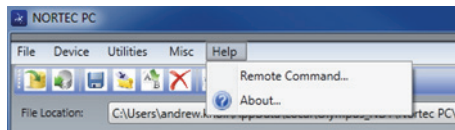

Figura 6-16 Selecionar Remote Command
- ◆ No menu **Help**, selecione **Remote Command** (veja Figura 6-16 na página 319). A lista de comandos é aberta em uma janela separada para a visualização dos arquivos PDF através do software padrão para PC.